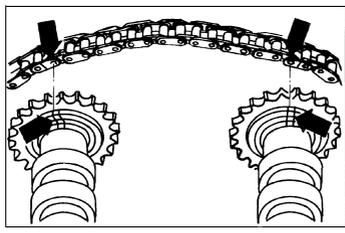

图 2-107 对齐标记
- ① 重新使用旧的传动链条时, 应将箭头所示的标记对齐 (图 2-107)。